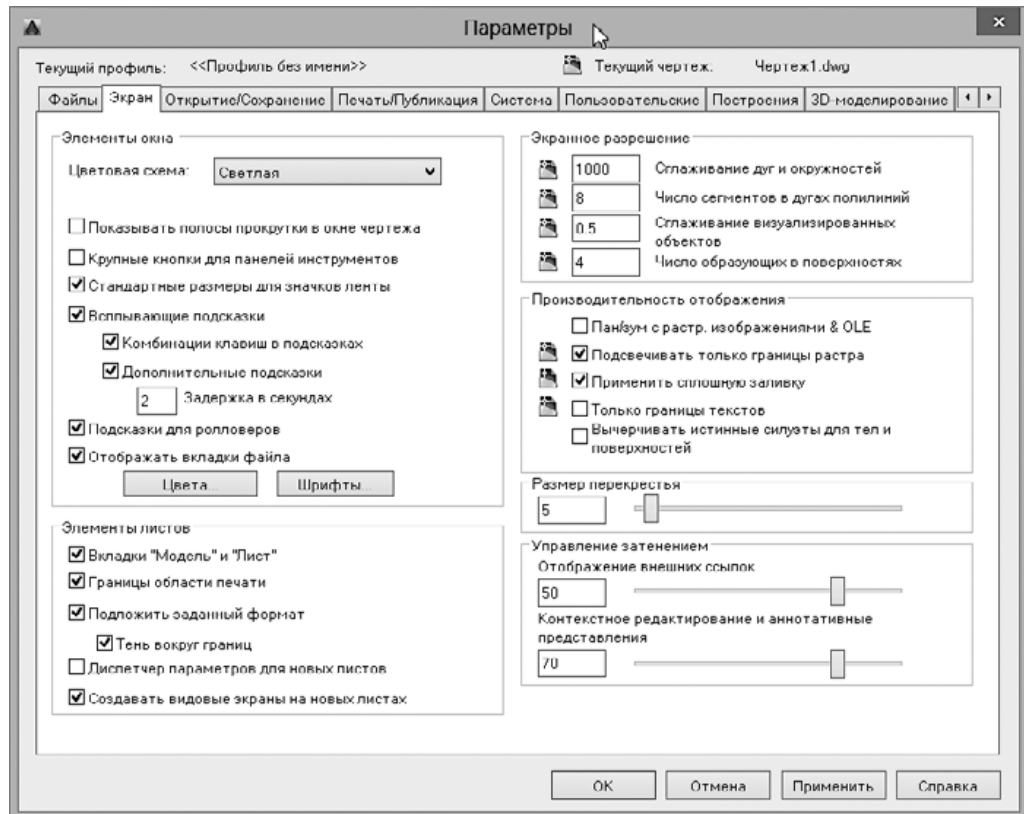

Рис. 1.5. Вкладка **Экран** діалогового вікна **Параметры**
Для налаштування параметрів системи AutoCAD потрібно перейти на стрічці на вкладку **Вид** і в розділі **Інтерфейс** натиснути кнопку зі стрілкою. З'явиться діалогове вікно **Параметры** (рис. 1.5).
3. У діалоговому вікні **Параметры**, що відкриється, перейти на вкладку **Экран** (рис. 1.5).